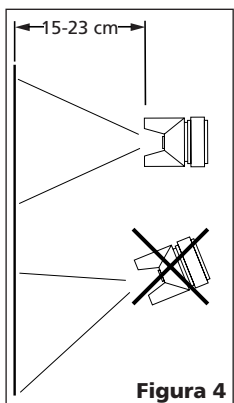

Figura 4
1. Comece a pulverizar. Mantenha a pistola sempre em ângulos retos com a peça de trabalho (Veja a figura 4).